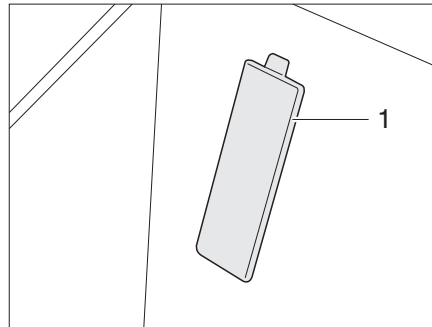

Fig. 373 Tapa del número de chasis (vehículo básico Fiat)
- ▷ En los vehículos con base de Fiat, el número de chasis se encuentra debajo de una tapa (Fig. 373,1) en la entrada del lado del acompañante.